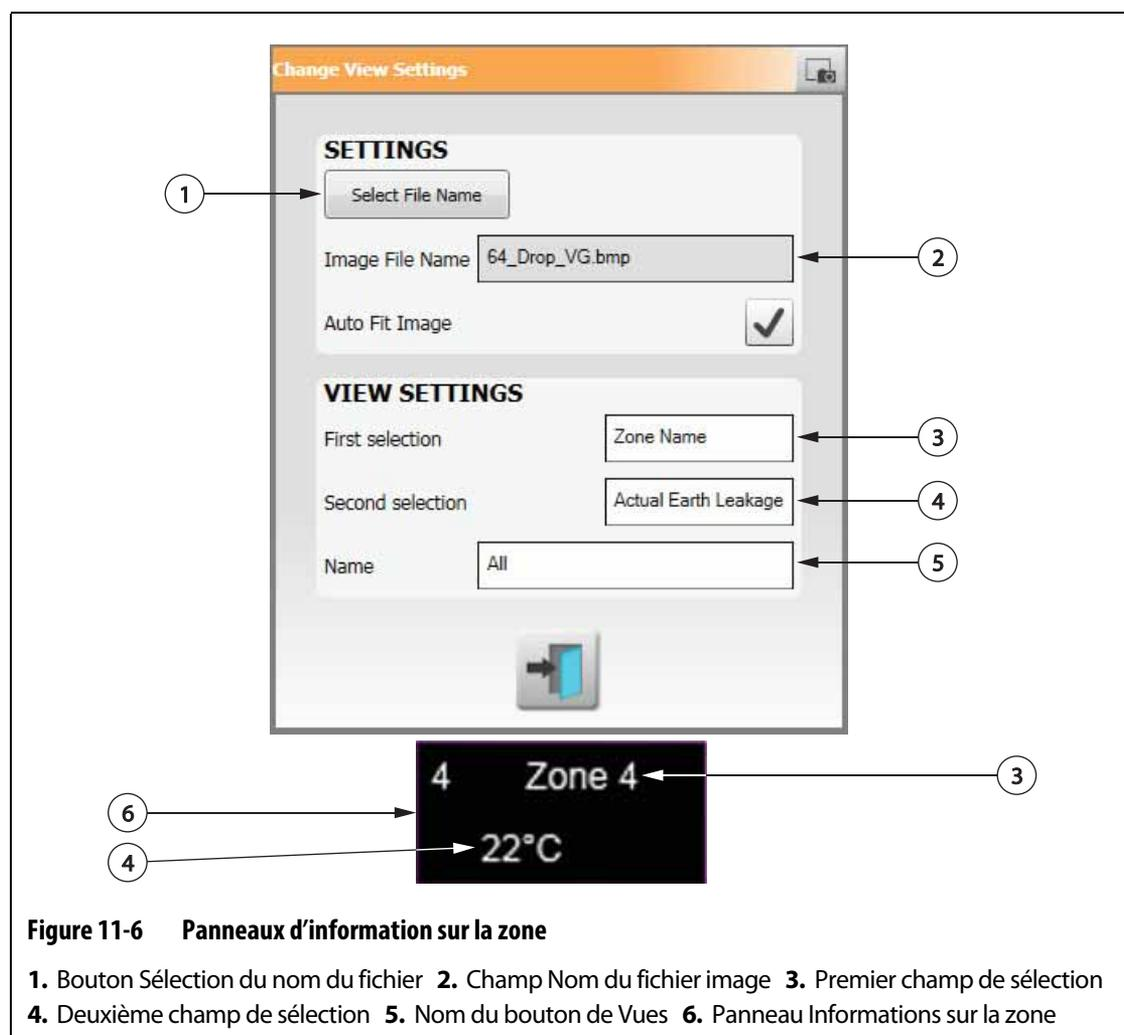

Figure 11-6 Panneaux d'information sur la zone
3. Appuyez sur le bouton **Modifier les paramètres de vue**. Veuillez-vous reporter à Figure 11-4. La fenêtre de dialogue Modifier les paramètres de vue s'affiche. Veuillez-vous reporter à Figure 11-6.